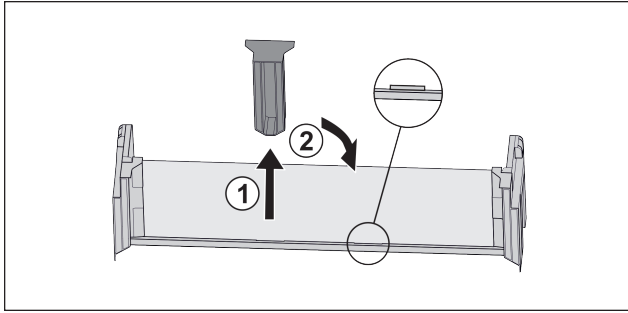

Fig. 83 *
- ▶ Wyciągnąć środkowy element trzymający Fig. 83 (1).*
- ▶ Włożyć środkowy element trzymający na środkowej pozycji Fig. 83 (2).*